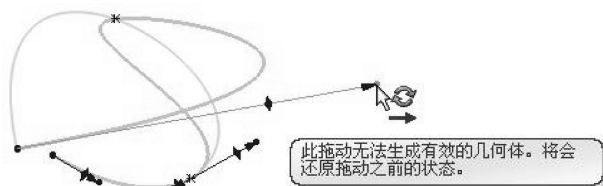

图 2-161 发现无效的解
- 发现无效的解：草图中出现无效的几何体，如零长度直线，零半径圆弧或自相交的样条曲线，如图 2-161 所示。